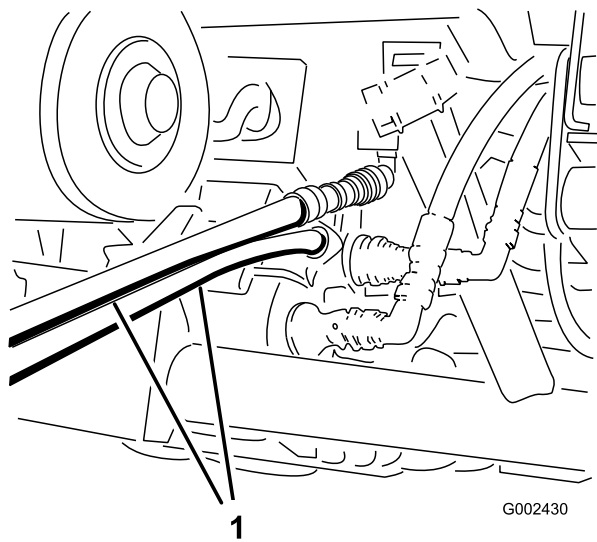

Figura 81
4. Sull'altro veicolo, collegate i due tubi ai giunti che si trovano ancora nella staffa dell'accoppiatore (collegate il tubo superiore al giunto superiore e il tubo inferiore al giunto inferiore) (Figura 81). Applicare un tappo sui raccordi inutilizzati.